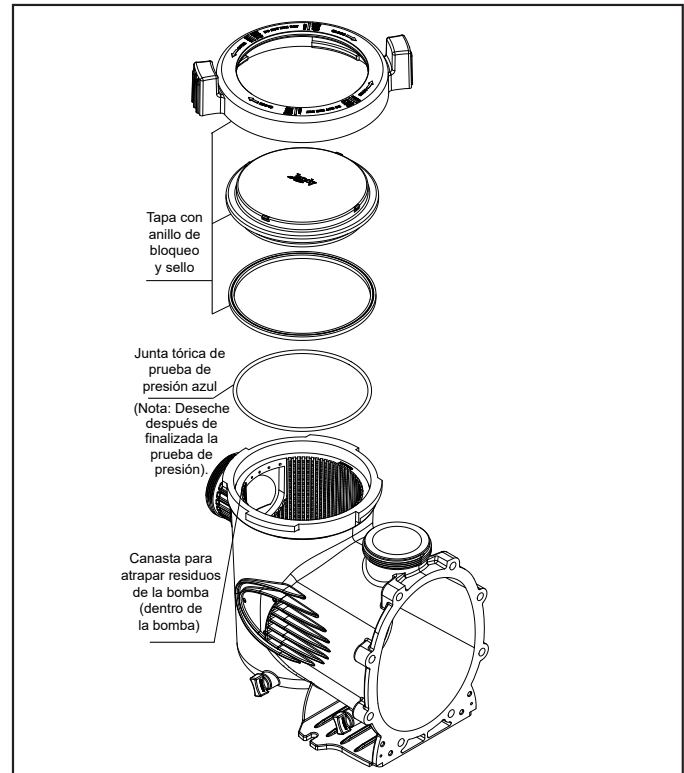

Figura 15. Vista ampliada con junta tórica de prueba de presión azul (modelos de bomba VSSHP únicamente)
4. Siga las marcas del anillo de bloqueo y gire el anillo en sentido antihorario hasta que las marcas de “START” (Inicio) se alineen con los puertos. Consulte la Figura 15.